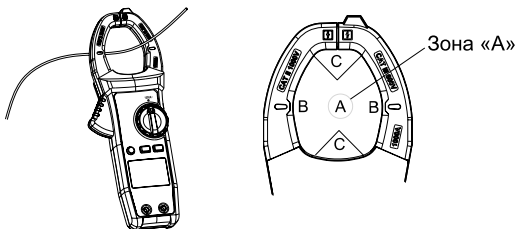

Рис. 3 Измерение силы переменного тока
- 1) Установите переключатель в режим измерения переменного тока и нажмите кнопку, раскрывающую клещи. Обхватите клещами проводник, который нужно измерить, затем медленно полностью закройте клещи. Убедитесь, что измеряемый проводник находится между жабками по центру (см. рис. 3). Проводите измерения только на одном проводнике, измерение на двух и более проводниках приведет к некорректным результатам.
- Убедитесь, что измеряемый проводник находится в центре пространства между зажимами (как на Рис. 3 – зона А), в противном случае возможна дополнительная ошибка в показаниях до $\pm 2,0\%$ (зоны В и С).